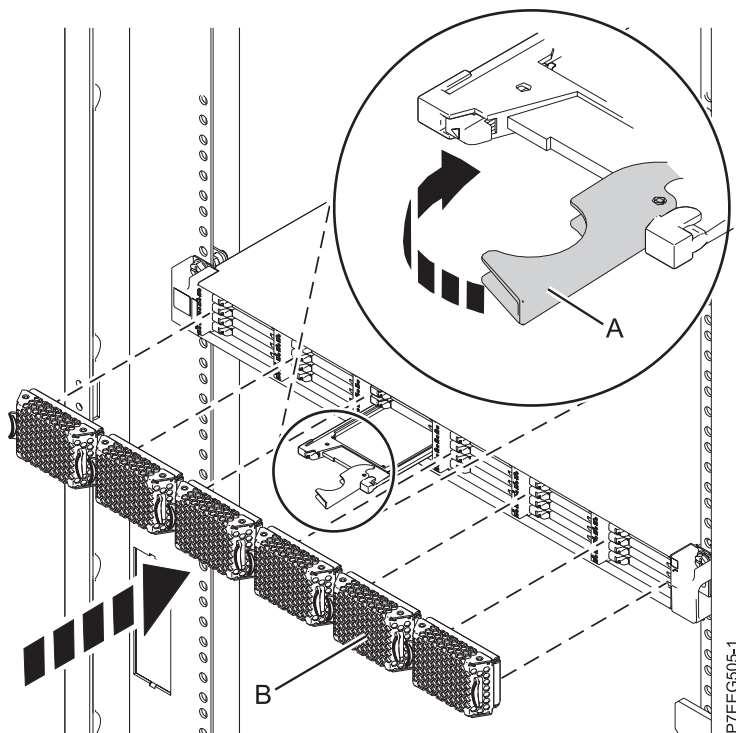

Figura 3. Instal·lació d'una unitat d'estat sòlid a Allotjament d'emmagatzematge EDR1 PCIe
1. Amb la nansa en posició desbloquejada, alineu la unitat d'estat sòlid amb les guies de l'allotjament. Consulteu Figura 3 a la pàgina 10.